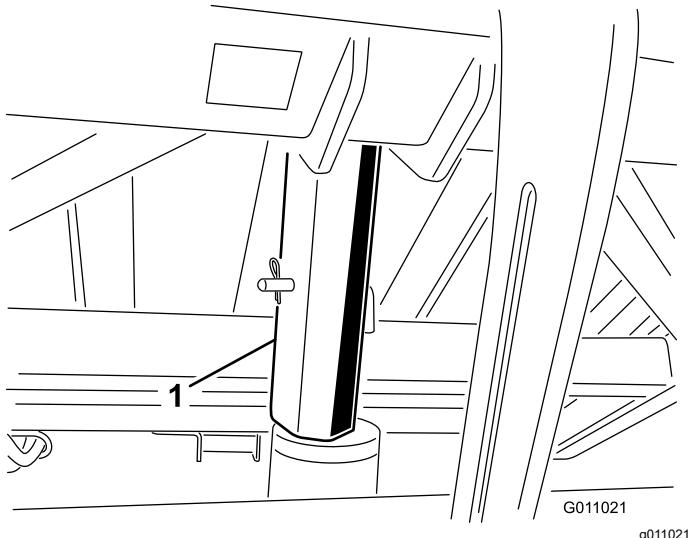

Figura 27
3. Inserite il supporto di sicurezza della tramoggia nell'asta del cilindro, avendo cura che l'estremità del supporto poggi contro la canna del cilindro e l'estremità dell'asta del cilindro (Figura 27).